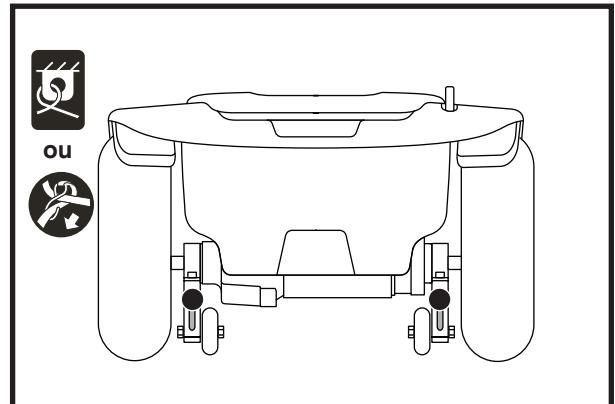

Figure 6. Points d'ancrage arrière (Identifiés avec des points noirs)
Le scooter doit toujours être ancrés face à l'avant du véhicule. Fixez les quatre (4) courroies aux points d'ancrage désignés sur le scooter. **Voir les figures 6 et 7.** Serrez bien les courroies pour retirer le jeu excessif. N'attachez jamais le scooter par ses composantes réglables ou mobiles tels que les accoudoirs, capots ou roues. Ces articles devraient être enlevés. Positionnez les points d'ancrage arrière des courroies directement derrière le scooter. Les points d'ancrage avant sont disposés plus loin de chaque côté du scooter afin d'augmenter la stabilité latérale.